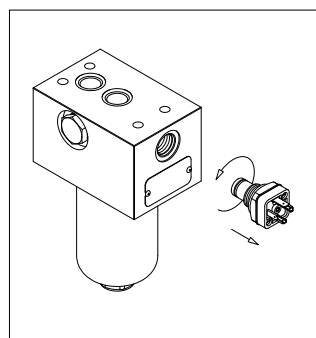

fig. 10
- (Fig. 10) Svitare il corpo indicatore